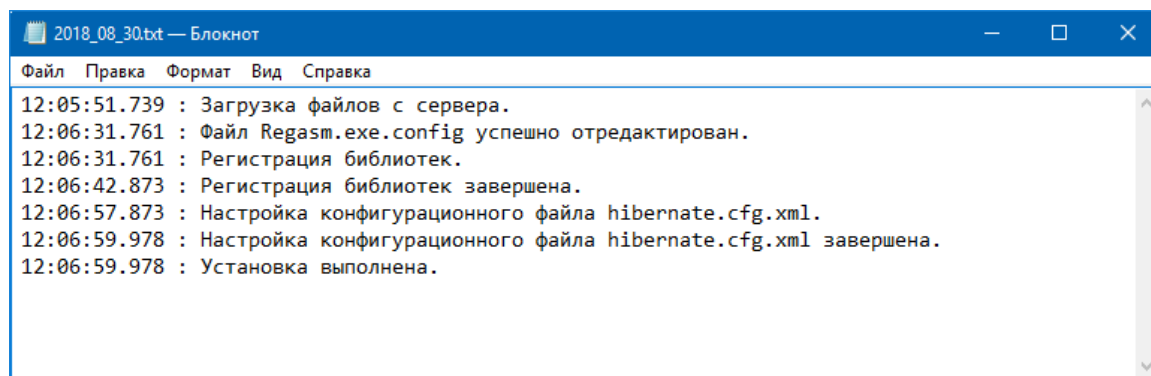

Рисунок 31 – Файл с описанием выполненных действий при установке адаптера
8.2.2.3. После нажатия кнопки «Готово» будет закрыто окно установки. В папке с установщиком будет создан текстовый файл, в котором показан итог произведенной установки (рис. 31).